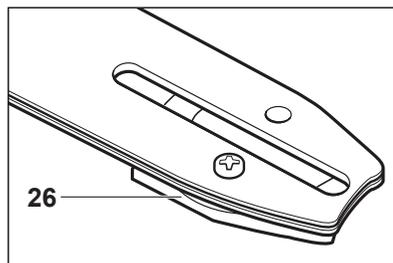
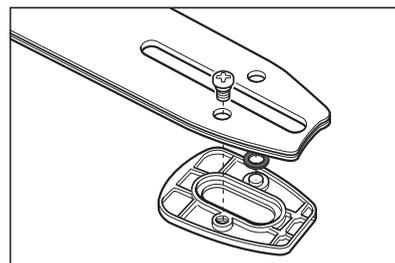

Fig. 37
Fig. 38
- > Le fait de retourner le guide-chaîne [5] à 180° permet d'assurer une usure uniforme et donc de prolonger sa durée de vie. Ôtez le disque de tension [26] du guide-chaîne après avoir enlevé son boulon de fixation (fig. 37). Retournez le guide-chaîne et fixez de nouveau le disque de tension avec le boulon (fig. 38).